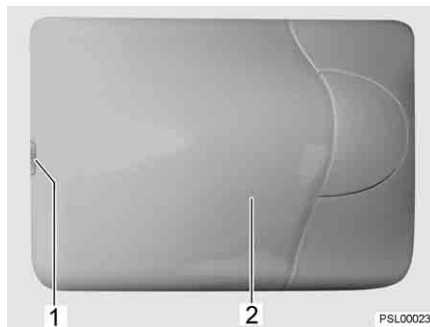

Fig. 53 Lampe de cellule
- Soulever prudemment le couvercle (Fig. 53,2) avec un outil approprié (p. ex. tournevis) au niveau de l'encoche (Fig. 53,1) et le retirer.